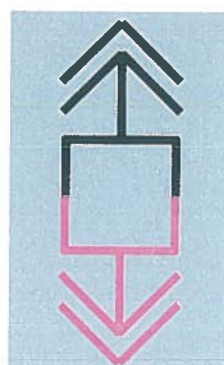

Fig. 7.29
- Prezență tensiune pe unul din poli și stare „necunoscută” pe celălalt pol (fig.7.29);